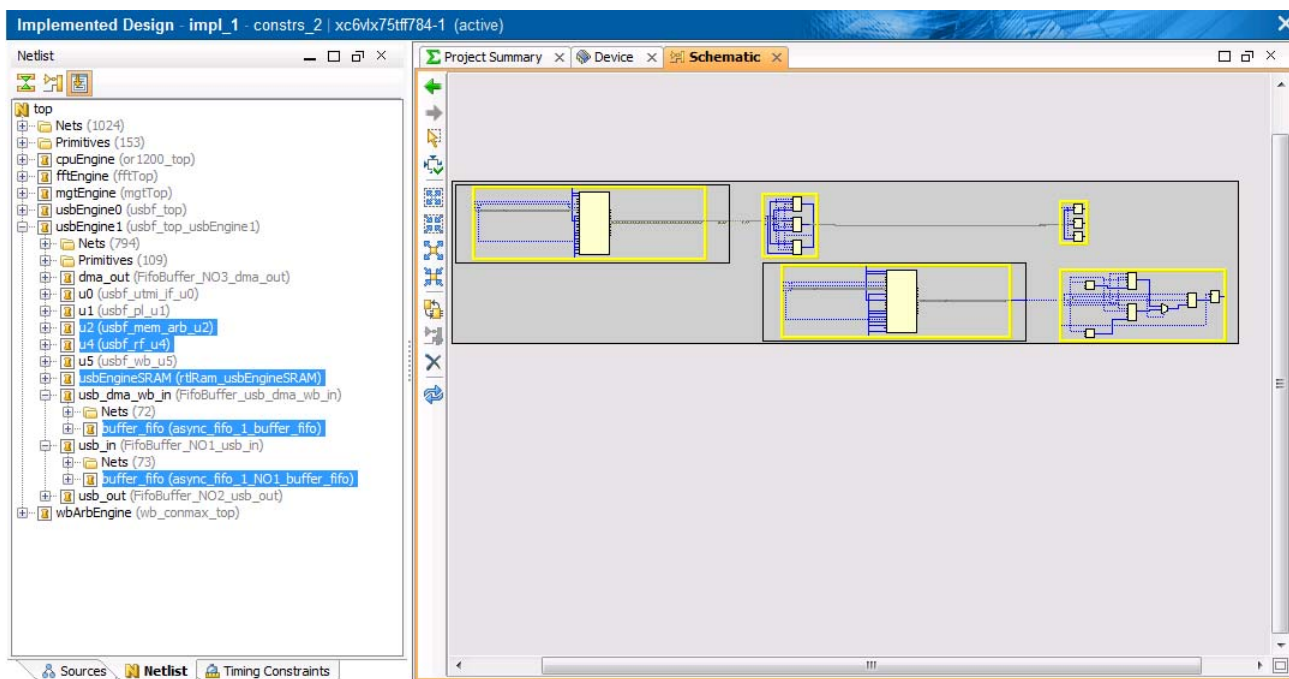

図 31 : パス オブジェクトの親モジュールの選択
10. [Schematic] ビューで右クリックして [Select Primitive Parents] をクリックし、選択したパス上にあるインスタンスすべてを含む一番小さい親モジュールを選択します (図 31)。